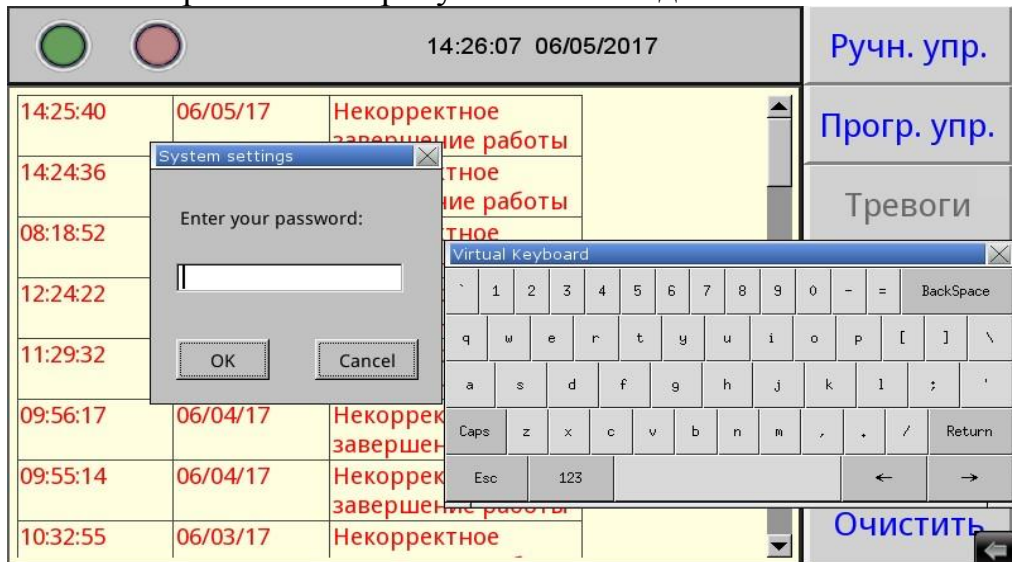

Рисунок 1 – Окно доступа к системным настройкам
2. Войти в меню системных настроек контроллера с помощью кнопки со стрелкой, расположенной в правом нижнем углу экрана. При нажатии на данную кнопку будет отображено окно с требованием ввести пароль (см. рисунок 1). С помощью клавиатуры, изображенной в правой части рисунка 1 необходимо ввести «11111».